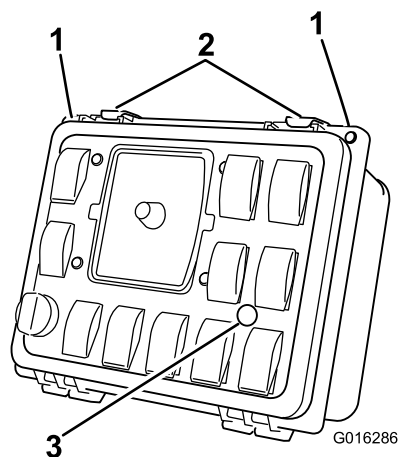

Figura 20
2. Faça um furo de 12,7 mm de diâmetro para acomodar a luz de indicação na tampa do painel de controlo (Figura 20).
8. Instale a cobertura do painel de controlo frontal na caixa de controlo utilizando os dispositivos de fixação removidos previamente (Figura 20).